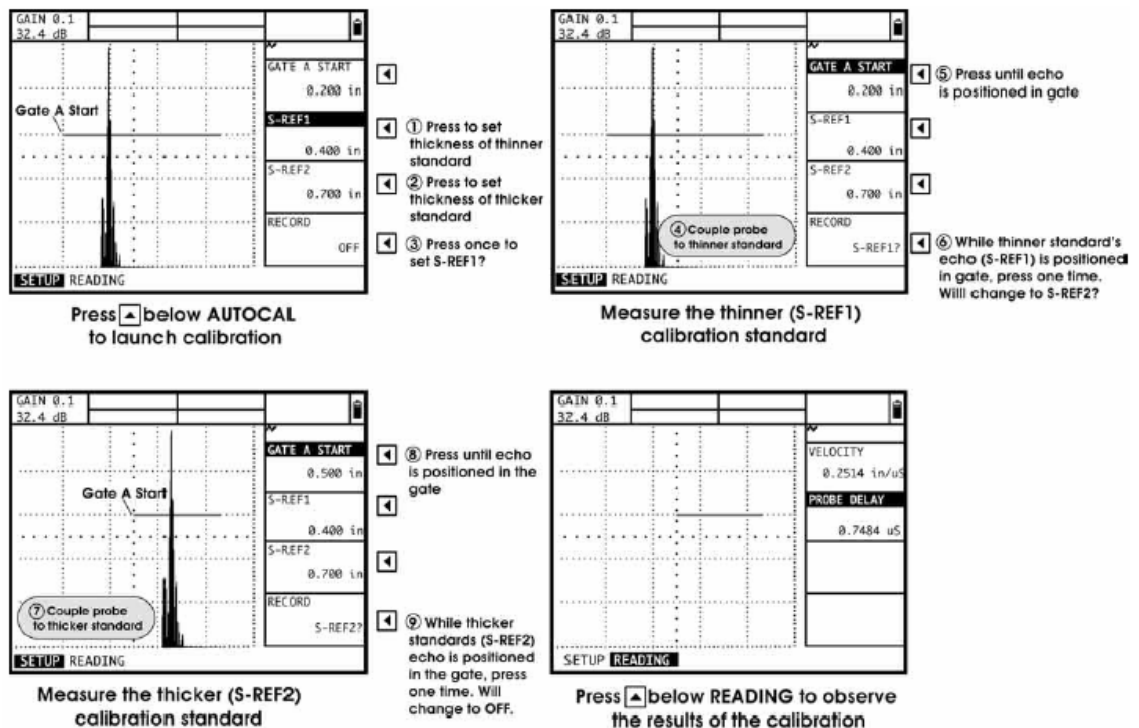

Figura 2-6 Procedimientos de Auto Calibración
- Paso 4** – Aplicar acoplante y acoplar el transductor al estándar más delgado de la calibración. Presiona  seguido de la selección titulada A START. Gire la perilla (esto modificará el punto de inicio de la compuerta A) hasta que la compuerta A desaparezca el eco correspondiente a los espesores de los estándares más delgados. (Figura 2-6).
- Paso 6** – Aplicar acoplante y acoplar el transductor al estándar más grueso de la calibración. Presionar  seguido de la selección titulada A START. Gire la perilla (esto modificará el punto de inicio de la compuerta A) hasta que la compuerta A desaparezca el eco correspondiente a los espesores del estándar más grueso. (Figura 2-6).